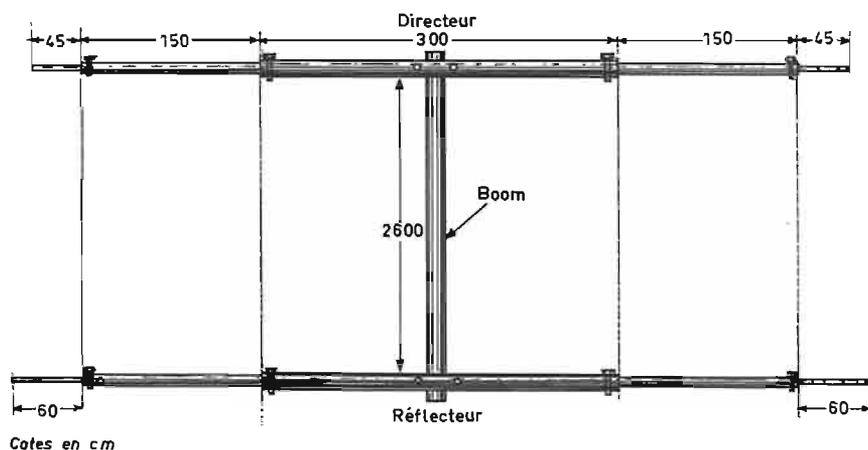
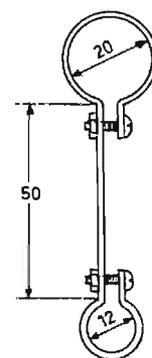
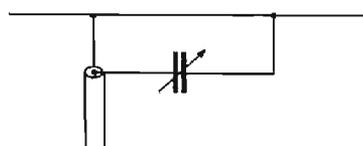

Fig. 1
Fig. 4
Fig. 2
**Réalisation pratique :** L'ensemble terminé se présente comme le montre la figure 1, sous la forme d'un H dont la barre transversale constitue la potence ou boom et les deux brins, longs d'environ une demi-onde, les montants. La potence est constituée par un tube de duralinox de 2,60 m et 36 mm de diamètre au milieu duquel on prévoira une
L'impédance d'une telle antenne étant d'une trentaine d'ohms, il n'est pas possible de l'adapter correctement à un câble courant. D'autre part, étant par construction, symétrique, il ne serait pas convenable de l'alimenter par un câble coaxial, dissymétrique par nature. La solution réside dans un système d'adaptation du type gamma qui résout les deux problèmes d'un seul coup en assurant en même temps le passage symétrique à dissymétrique. La figure 2 en montre le principe et, la figure 3, la réalisation. Le système comporte essentiellement un tube de duralinox de 10 à 12 mm de diamètre et 900 mm de long, espacé du brin radiateur auquel il est parallèle à une distance de 50 mm, déterminée par une pièce analogue à la figure 4, réalisée à partir d'une bande d'aluminium relativement mince de 170 mm x 15 mm, par pliage et perçage, et par un support isolant constitué par une boîte en matière plastique dure, de 100 x 100 environ, fixée par le fond, ouverte par conséquent vers le bas et conte-
L'ensemble est monté comme le montre la figure 1 dans un boîtier en laiton de 10/10 mm, de 120 mm et long et 35 mm de haut. Le transistor est appliqué contre le boîtier à l'intérieur du châssis et son radiateur du type « araignée » de 60 x 60 x 40 mm est fixé sur le dessus. Un blindage transversal, passant par les deux sorties d'émetteur qui se trouvent par construction réunies à la masse, sépare efficacement des circuits d'entrée et de sortie. Ce blindage est naturellement soudé au châssis, de même que le corps des fiches de raccordement BNC d'entrée et de sortie. Le schéma de principe est celui de la figure 2.